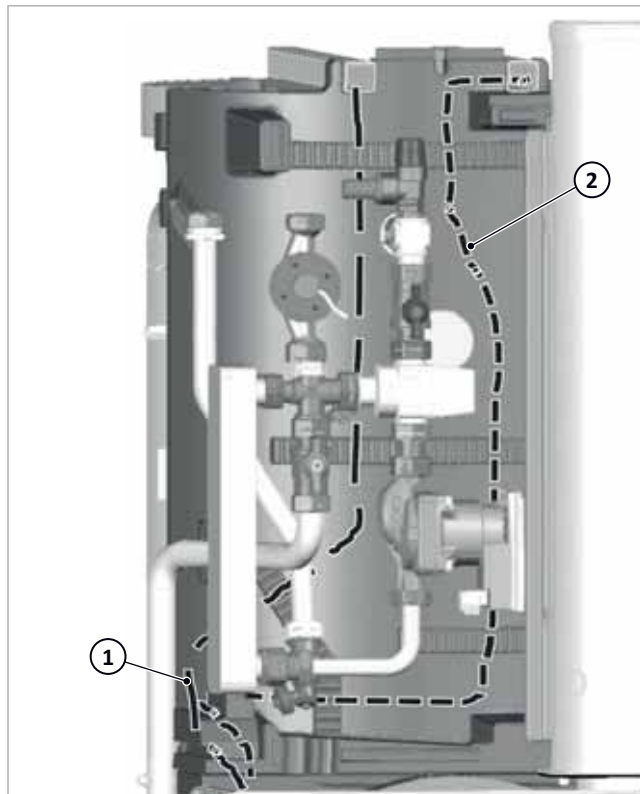

Fig. 12: Passaggio del cavo attraverso l'isolamento WWS
3. Far passare la prolunga di rete e la prolunga di comando / segnale attraverso l'area dell'isolamento WWS e posizionare con un loop nel contenitore del gruppo di rete ( → *fig. 12 (2)*).